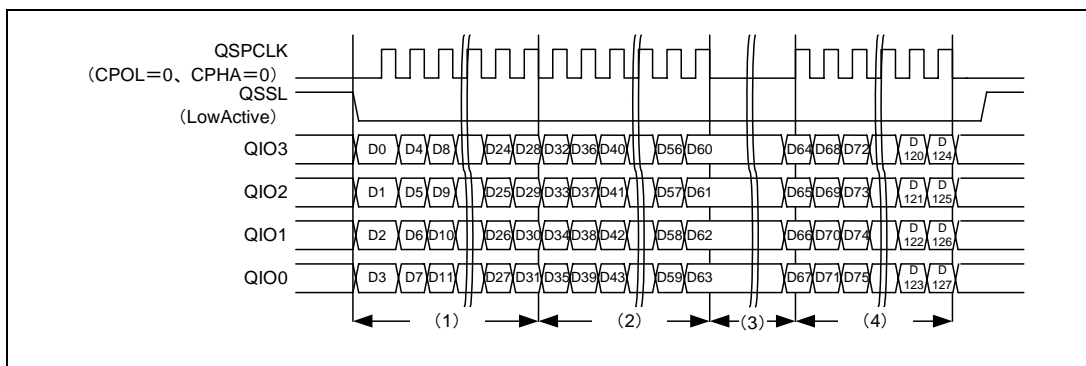

図 40.18 転送データ長を 128 ビットに設定したバースト転送の例 (Quad-SPI モード)
(SPTXB) に送信データが無くなるか、リード時に受信バッファ (SPRXB) に SPB[3:0] ビットに設定したデータ長の空きが無くなった場合はクロックを停止して、転送の再開を待ちます。この方法は Dual/Quad-SPI モードで大量のデータを転送したいときに有効です。SPB[3:0] ビットを 32 ビット設定、SPBMUL を 4 に設定し、トータルの転送データ長を 128 ビットに設定した場合の Quad-SPI のバースト転送例を図 40.18 に示します。図中 (1) ~ (4) の内容を以下に説明します。